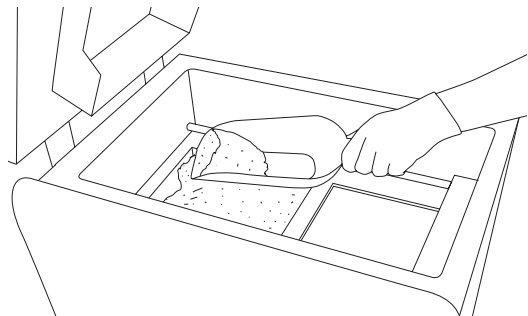

Abbildung 44. Entfernen von Pulver aus dem FEED Bed.
7. Reinigen Sie das FEED Bed, einschließlich seiner Umgebung, gründlich von verbleibendem ungesintertem Pulver und schieben Sie es in das PRINT Bed. Verwenden Sie dazu Schaufel, Pinsel und Spatel (Abbildung 44).